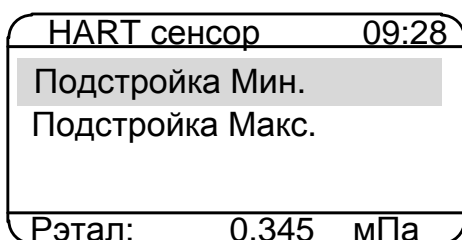

Рисунок 2.34
2.6.5.7.7 Выбор пункта «Подстройка сенсора» и нажатие кнопки «» приводит к появлению на дисплее КДМ-020 подменю *HART сенсор* (см. рисунок 2.34), содержащее следующие пункты: